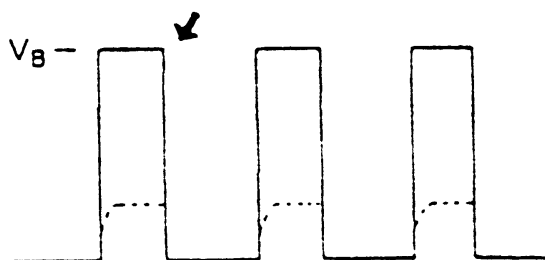

图 3-26 功率晶体管不正常波形（例 2）
(5) 如果在点火初级回路断路，波形特性（起动发动机时）如图 3-25 所示，无法看到波形建立部分的右上方，且电压值约在 2V 以下。如果在功率晶体管有故障，波形（起动发动机时）特性如图 3-26 所示，功率晶体管在 ON 位置时，波形为电源电压之矩形波。